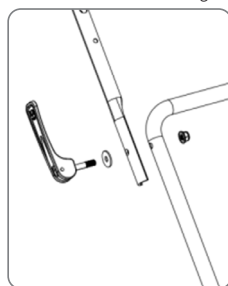

Fig. 2
2. Monte el manillar superior sobre el manillar inferior. Pase el tornillo de bloqueo rápido a través de la arandela plana Ø8, luego conecte los manillares superior e inferior y apriételos moderadamente con una tuerca M8 (Fig. 2).